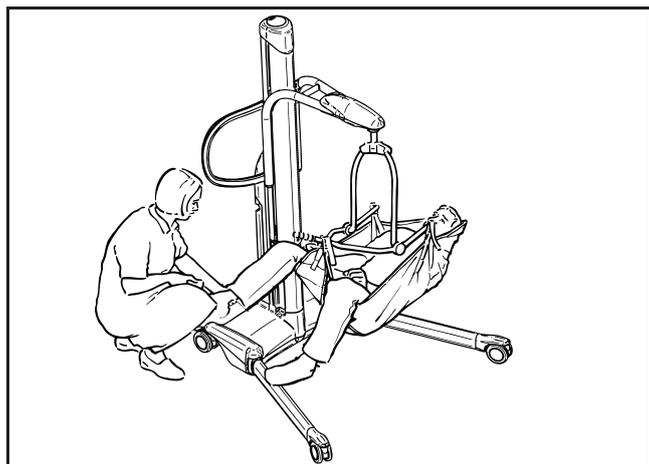

Fig. 35
Per i sollevapazienti con barra di sollevamento DPS elettrica (vedere fig. 35), le procedure di utilizzo di questo tipo di barra, ossia posizionamento del corsetto, attacco del corsetto alla barra di sollevamento e movimentazione del paziente, sono le stesse, descritte precedentemente in queste istruzioni, per la barra DPS manuale.
**AVVERTENZA:** prima di usare il sollevapazienti con la barra di sollevamento DPS elettrica, acquisire dimestichezza con i vari componenti come illustrato in fig. 35. Leggere in maniera approfondita queste istruzioni operative per evitare errori che potrebbero causare lesioni.